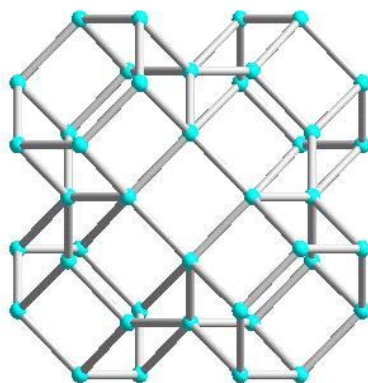

図 82: フォージャサイト中の Si-Al サブ構造
- “Fragments” ボタン()をクリックします。これによって Endeavour はフラグメントを完成させ、4 つの 6 角柱を伴う β -cage を作成します。フィルタを用いているため Si/Al 原子のみが生成されます。また Bravais translations を抑止しているため、近隣原子を探すための再帰的サーチはこの場合行われません(図 82)。